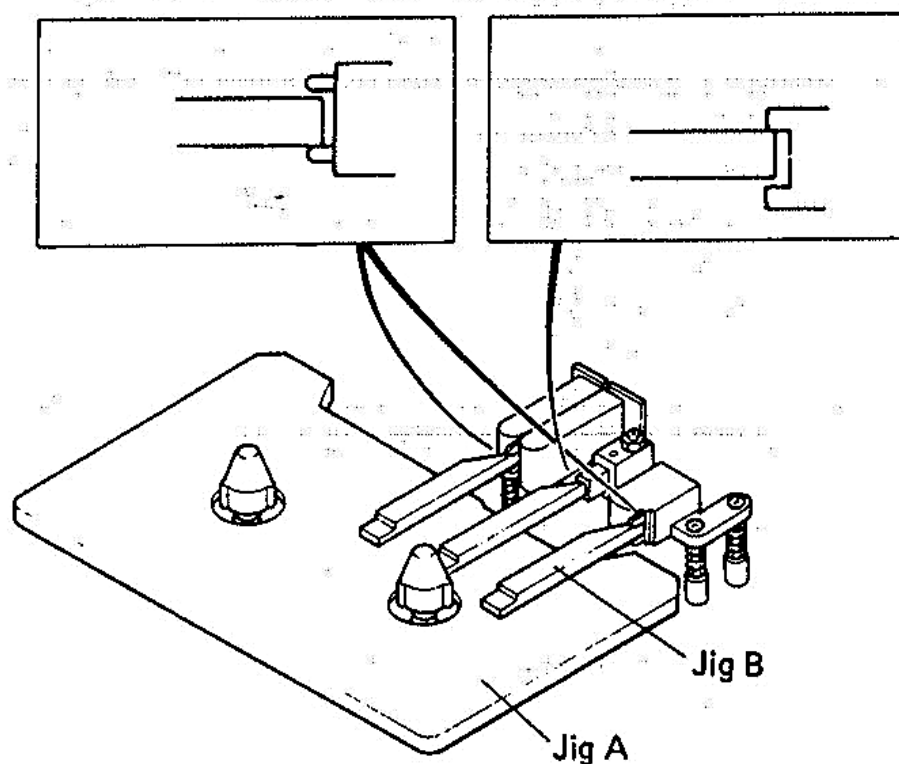

Fig. 2-3
1. Set head adjustment jigs A and B as shown in Fig. 2-3, and enter play mode.
- 1) ヘッド調整治具A、BをFig. 2-3のようにセットする。